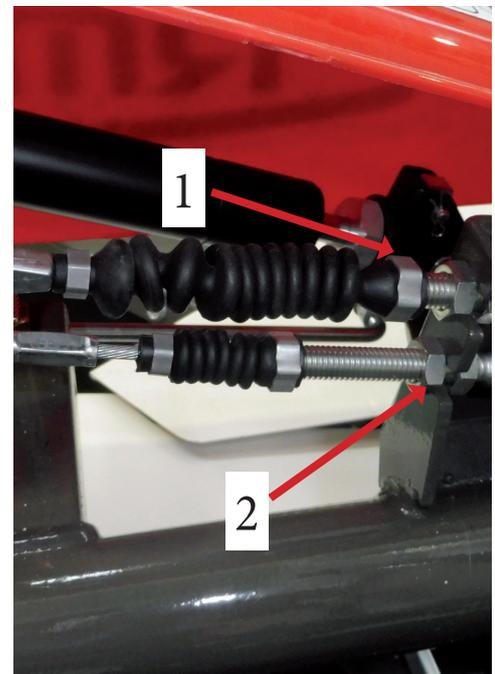

Abb. 30
- Wenn der Keilriemen durchrutscht, stellen Sie den Bowdenzug (Abb. 30 Pos. 2) so ein, dass die Innenseite des Bowdenzug sich anfängt zu bewegen.
- Wenn das Messer nicht innerhalb von 5 Sekunden stehen bleibt, so stellen Sie den Bowdenzug (Abb. 30 Pos. 1) ein.